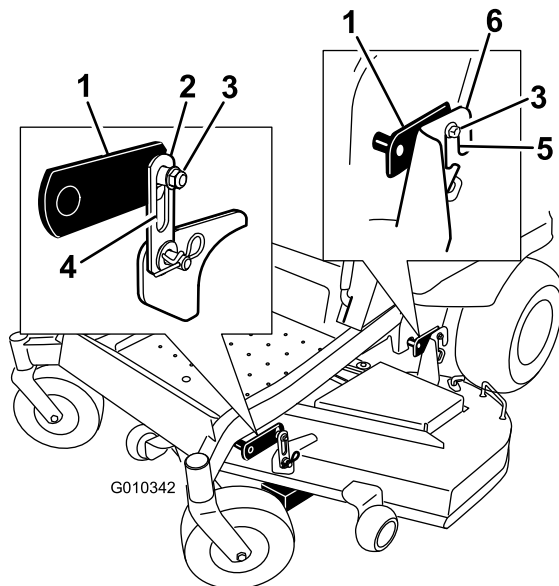

Figura 65
4. Afloje las tuercas de ajuste del sistema de nivelación (pieza 3) en las cuatro esquinas de modo que la plataforma quede bien asentada en los cuatro bloques. Asegúrese de que las barras de soporte de la plataforma están bajadas del todo (en la parte superior de la ranura) y que el pedal de elevación de la plataforma está hacia atrás, contra el tope, y apriete las cuatro tuercas de ajuste del sistema de nivelación (Figura 65).